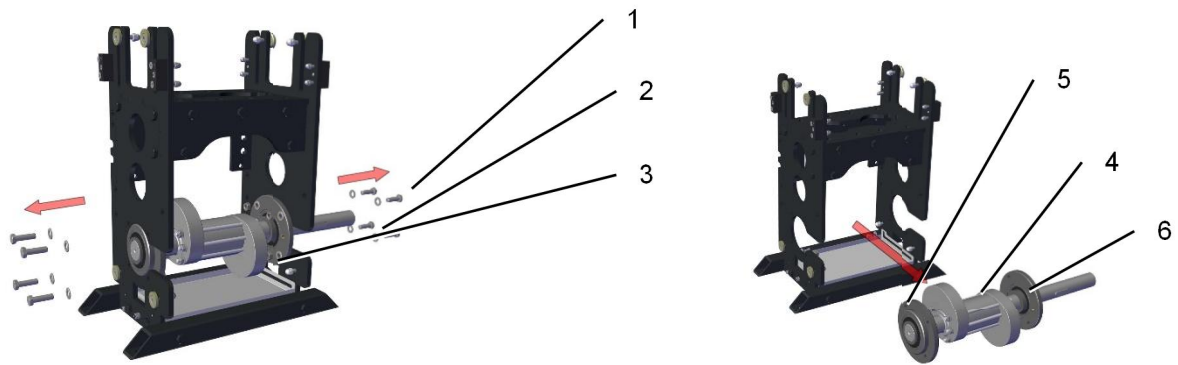
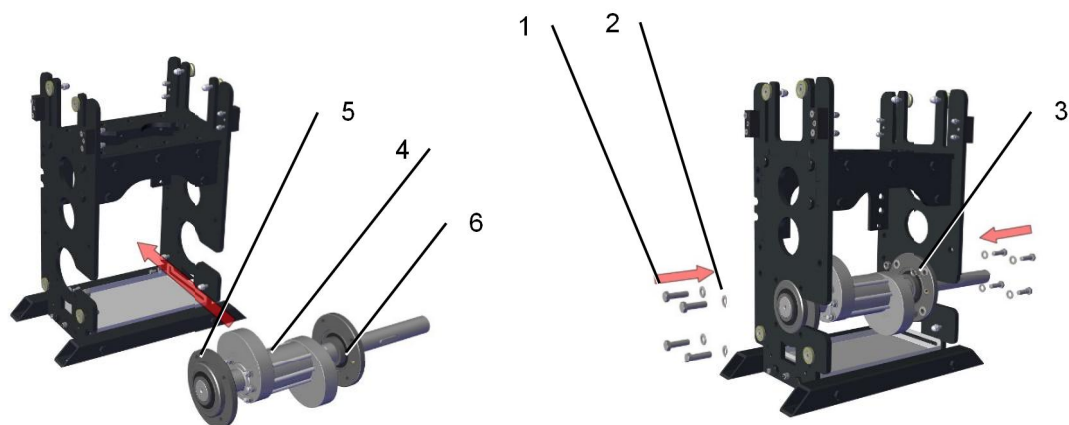
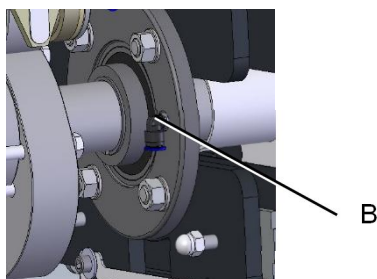

图 8-2：拆卸传动系
图 8-3：安装传动系
图 8-4：安装传动系 润滑管在右侧
1. 拆下固定轴承 (6) 和活动轴承 (5) 的润滑管（参阅图 8-2：拆卸传动系、图 8-4：安装传动系 润滑管在右侧）。
2. 拆卸并取出八枚 M10x20 六角螺栓 (1)、垫圈 (2) 和 M10 六角螺母 (3) (图 8-2：拆卸传动系)。
3. 拧松固定轴承 (6) 的花齿螺母（参阅 12.6 “涨紧轮轴承的固定操作说明（制造商说明）”），将轴承罩推到凸轮盘。
6. 将传动系 (4) 从一侧拉出。
1. 将传动系 (4) 从一侧装入塞杆泵（图 8-3：安装传动系）。
提示 • 安装时应注意，活动轴承和固定轴承润滑管的接口 B（图 8-4：安装传动系 润滑管在右侧）应该在塞杆泵的右侧。
2. 将所有八枚 M10x20 六角螺栓 (1)、垫圈 (2) 和 M10 六角螺母 (3) 用手拧紧。
3. 用 35 Nm 的力矩拧紧所有八枚 M10x20 六角螺栓 (1) 和 M10 六角螺母 (4)。
4. 安装固定轴承 (6) 和活动轴承 (5) 的润滑管 (图 8-3：安装传动系)、(图 8-4：安装传动系 润滑管在右侧)